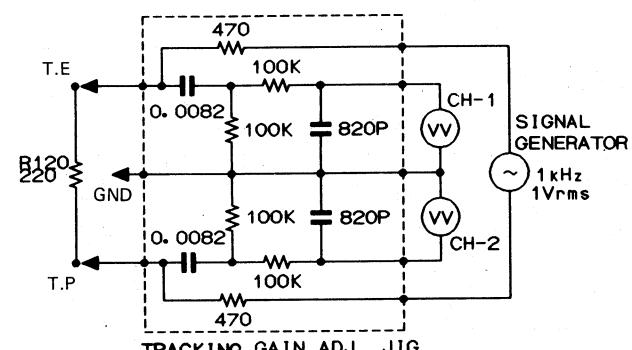

Figure 23-2
*3: Apply sine wave (oscillation frequency 1.0 kHz, 1.0 Vrms) as shown in Figure 23-2.
*3: Eine Sinuswelle wie in Abbildung 23-2 dargestellt zuleiten (Schwingungsfrequenz 1,0 kHz, 1,0 Veff)
*3: Appliquer de l'onde sinusoïdale (fréquence d'oscillation 1,0 kHz, 1,0 Vrms) comme indiqué dans la figure 23-2.